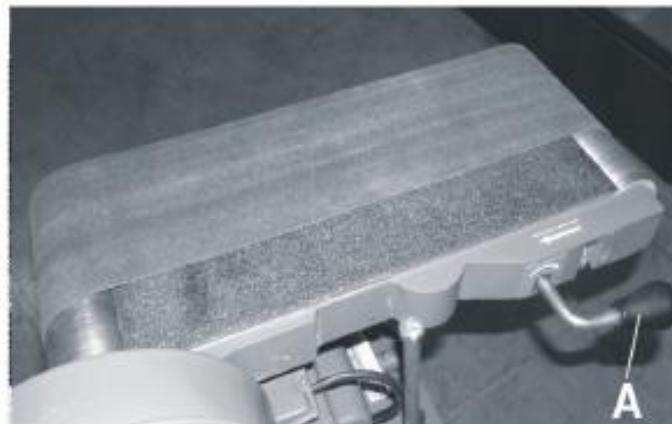

Рис. 18
4. Ослабить натяжение ленты, подняв и повернув вправо рычаг (A) быстрой регулировки натяжения, рис. 18.
5. Снять использованную шлифовальную ленту, как показано на рис. 18, и надеть новую ленту вокруг барабана.